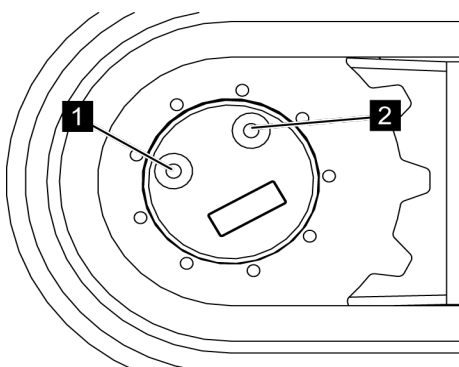

Fig. 161: Contrôler le niveau d'huile
6. ➤ Faire un contrôle visuel du niveau d'huile. L'engrenage doit être rempli d'huile jusqu'au bord inférieur du trou fileté (Voir la Fig. 161/1).
7. ➤ Rajouter de l'huile de boîte (N° de réf. 3917/0022) si nécessaire (☞ « Huiles recommandées » à la page 56). Pour cela, faire couler lentement l'huile dans le trou (Voir la Fig. 161/2), jusqu'à ce qu'elle arrive au bord inférieur du trou fileté (Voir la Fig. 161/1).